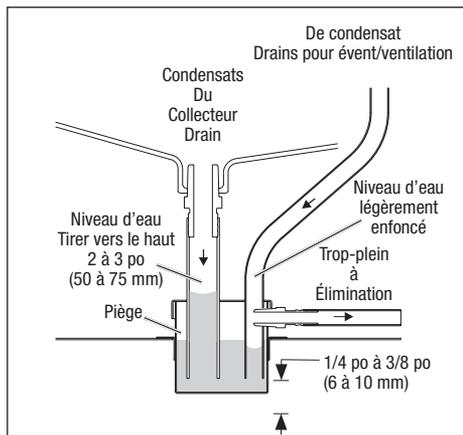

Figure 12. Drain et piège à condensats
**IMPORTANT :** Après avoir placé le neutralisant de calcaire dans le bac, ajouter de l'eau jusqu'à ce que le niveau de l'eau soit à la même hauteur que le trop-plein, se reporter à la figure 12. Placer le couvercle sur le bac lorsque terminé.
Une mauvaise installation de l'assemblage du condensat ou de la tuyauterie peut entraîner un débordement ou un engorgement de l'évent. En fonctionnement normal, l'eau s'accumule dans le bac au niveau du raccord de sortie et ceci procure un joint hydraulique qui s'adapte aux pressions du système de combustion. La figure 12 illustre un joint hydraulique. Noter que l'eau est « tirée » vers le bac de collecteur des condensats et légèrement poussée par le drain d'évent/ventilateur. S'il n'y a pas de joint hydraulique, l'air s'engouffre dans le drain de collection, empêchant un drainage normal de l'eau de condensats, jusqu'à ce que le drainage de l'évent procure un joint. Se reporter à la section 2.12, Démarrage et ajustement.